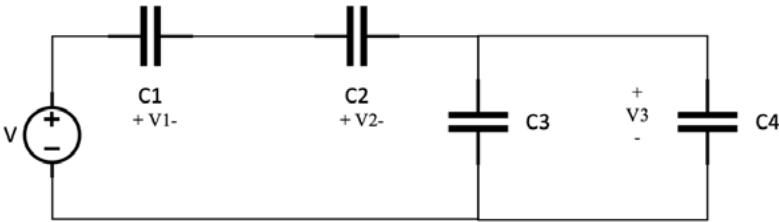

Figura 4.2 Circuito mixto de capacitores
- ¿Se puede estimar la energía almacenada en el circuito de la figura 4.2? ¿Cómo podría hacer el cálculo?